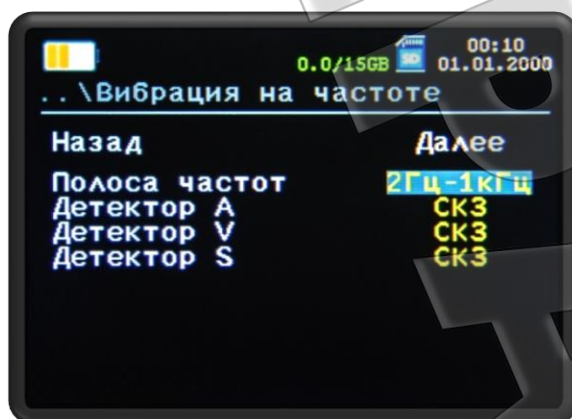

Рисунок 17. Режим «Анализ гармоник».
2.2.13 При выборе режима «Анализ гармоник», необходимо задать требуемые параметры (Рисунок 17), где